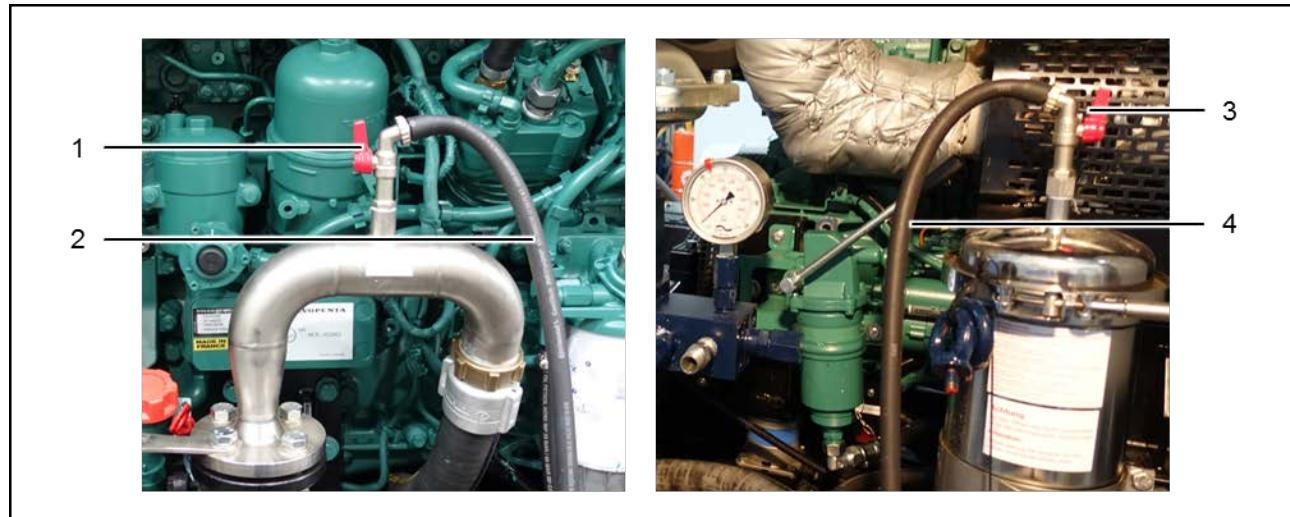

Рис. 11: удаление воздуха
9. Удалите воздух из линии подпора: для этого сначала вытяните вентиляционный шланг (Рис. 11: поз. 2) из установки.
Откройте воздуховыпускной рычаг (Рис. 11: поз. 1).
Закройте воздуховыпускной рычаг, как только из шланга пойдет равномерный поток воды (Рис. 11: поз. 2).
10. Удалите воздух из водяного фильтра: для этого сначала вытяните вентиляционный шланг (Рис. 11: поз. 4) из установки.
Откройте воздуховыпускной рычаг (Рис. 11: поз. 3).
Закройте воздуховыпускной рычаг, как только из шланга пойдет равномерный поток воды (Рис. 11: поз. 4).